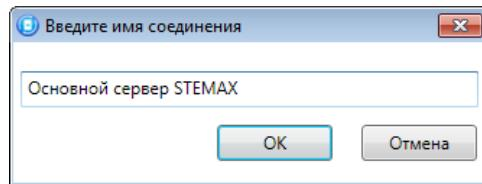

Рис. 4.10. Окно Введите имя соединения
**ПРИМЕЧАНИЕ.** Для того чтобы сохранить параметры подключения, нажмите кнопку , в открывшемся окне введите имя этого профиля подключения и нажмите кнопку *OK* (Рис. 4.10). Для того чтобы удалить сохраненный профиль подключения, выберите его в списке и нажмите кнопку .